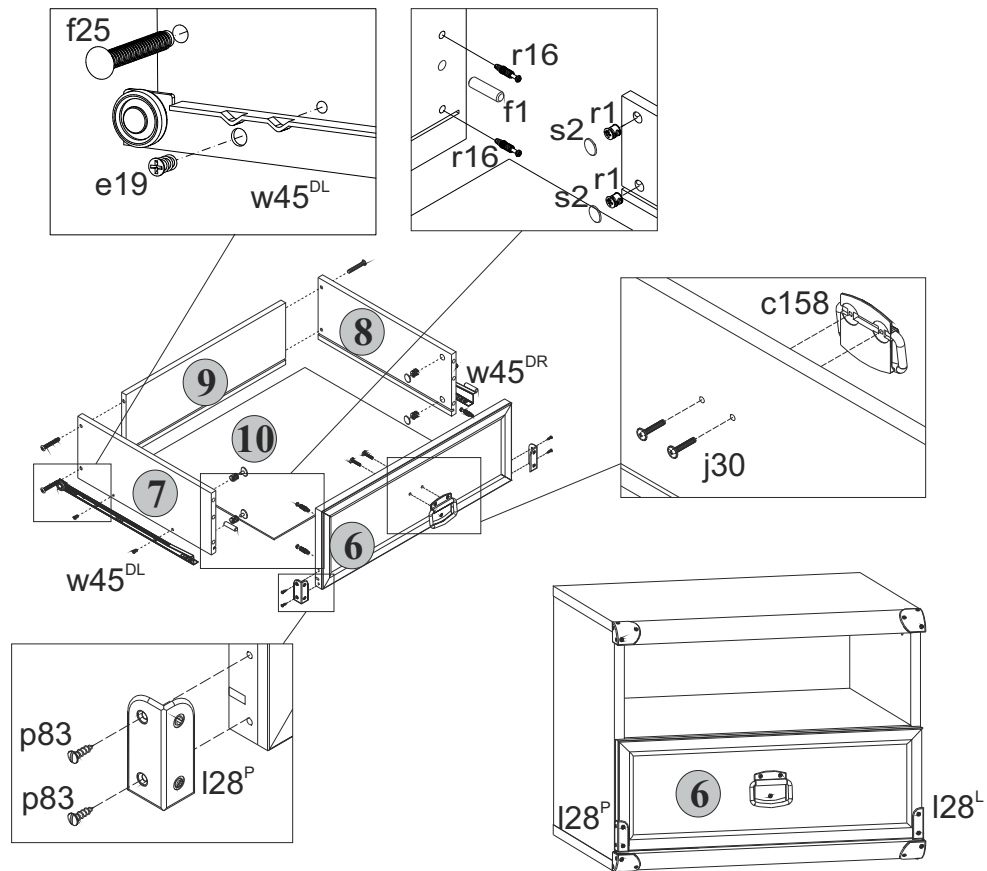

Рис. 3
выдвижного ящика вставить стяжки эксцентровые **r1 (см.рис.3)**.
5.14 В отверстия диаметром **5 мм** на внутренней поверхности панели передней **6** ящика выдвижного с помощью крестообразной отвертки вкрутить винты стяжки **r16 (см.рис.3)**.
5.16 Соединить панель переднюю **6** с корпусом ящика выдвижного и затянуть стяжки эксцентровые **r1**, пользуясь специальным ключом **z1**. Закрепить стяжки эксцентровые заглушками **s2 (см.рис.3)**.
5.12 В отверстия диаметром **8 мм** на передних кромках стенок боковых **7 и 8** корпуса выдвижного ящика вбить деревянные шканты **f1** (см.рис.3).